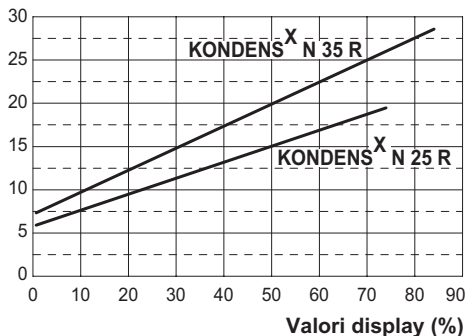
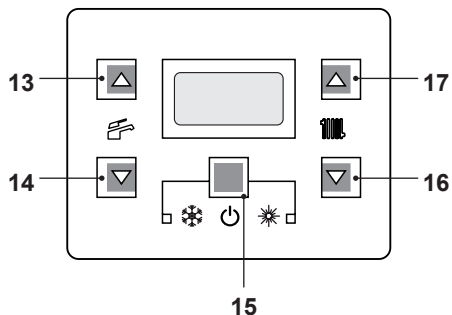
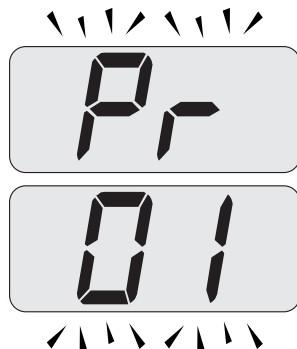
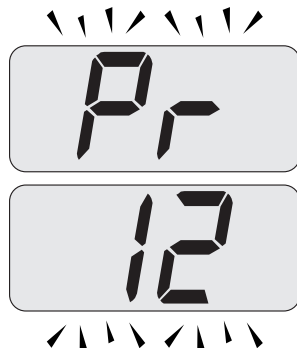

Figura 7.9
Figura 7.12
Figura 7.13
Figura 7.14
Il grafico in Figura 7.9 rappresenta come varia la potenza utile della caldaia in riscaldamento al variare del valore impostato nella scheda comando.
- Entrare in "modalità programmazione" premendo contemporaneamente per 10 secondi i tasti 15 - 16 - 17 (Figura 7.12) fino a far apparire sul display LCD le lettere **Pr** che si alternano con il codice **01**, indicanti l'entrata nel "parametro 01" (Figura 7.13).
- Scorrere i vari parametri utilizzando i tasti 16 o 17 fino a far apparire sul display LCD le lettere **Pr** che si alternano con il codice **12**, indicanti l'entrata nel "parametro 12" (Figura 7.14).
- Premere contemporaneamente i tasti 15 e 17 (Figura 7.12) fino a far apparire sul display LCD il valore del parametro 12 (Figura 7.15) (74=KONDENSX N 25 R o 84=KONDENSX N 35 R).
- Utilizzando i tasti 16 o 17 (Figura 7.12) è possibile modificare il valore del parametro 12 (riferirsi al grafico Figura 7.9 per determinare il valore corretto in funzione della potenza utile di riscaldamento).
- Premendo il tasto 15 (Figura 7.12) si ottiene la conferma del valore inserito.
- Premendo contemporaneamente i tasti 15 e 16 (Figura 7.12) si esce senza modificare il valore (ritorno alla lista parametri Figura 7.14)
- Premendo contemporaneamente per 10 secondi i tasti 15 - 16 - 17 (Figura 7.12) si esce dalla "modalità programmazione".